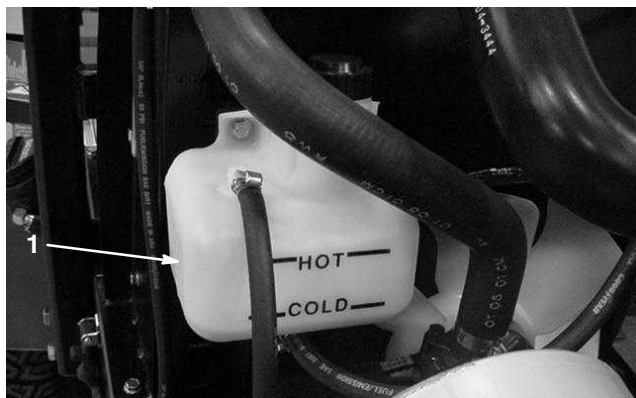

Figure 16
1. Vérifiez le niveau du liquide de refroidissement dans le vase d'expansion (Fig. 16). Il doit se situer entre les repères qui figurent sur le côté du réservoir.